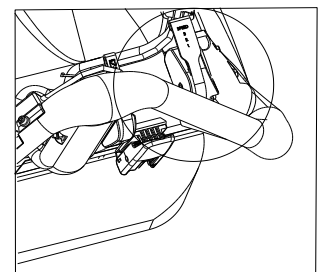

Fig. 14
1. Flyt gearstangen (højre side) til den korrekte indstilling (1, 2 eller 3) for det ønskede gear. (Se fig. 14)